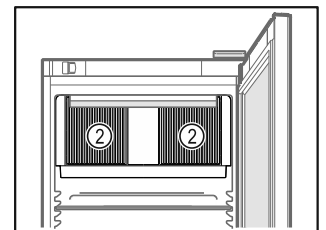

Fig. 71
- ❑ Тримати відкритою вентиляційну щілину Fig. 71 (2) вентилятора циркуляції повітря у внутрішній камері.